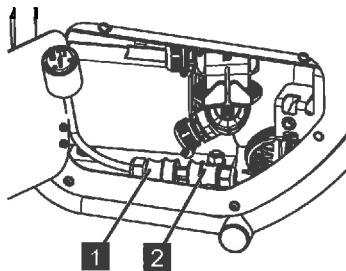

Abb. 227
3. Kupplung (Abb.227/2) mit dem Stecker des Adapterkabels (Abb.227/1) verbinden.